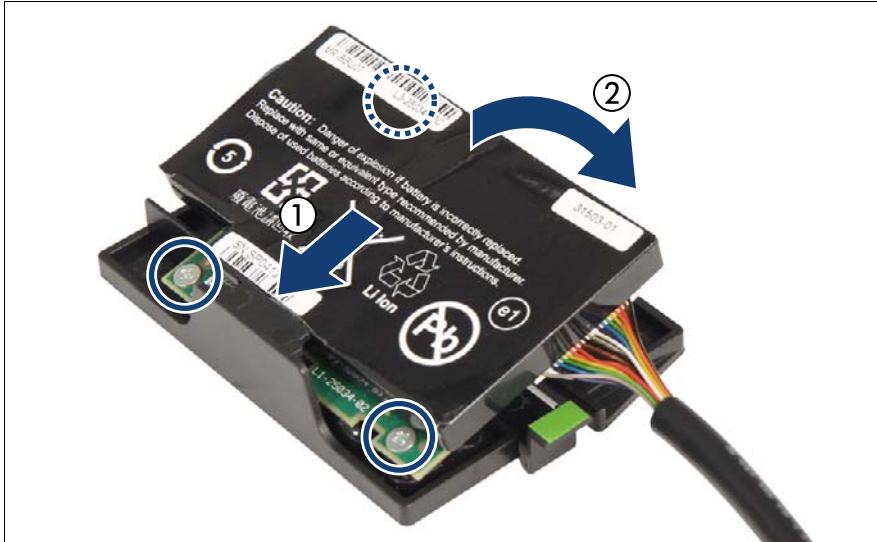
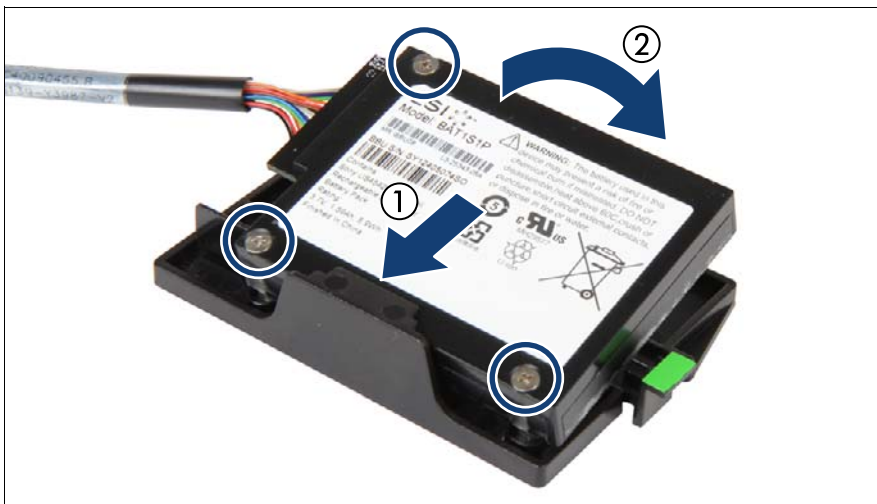

図 38: BBU ホルダーへの BBU の取り付け (例 A)
図 39: BBU ホルダーへの BBU の取り付け (例 B)
- i** 異なる BBU を使用できます。3 本のボルトの位置 (図 38 と図 39 の丸で囲んだ部分) を参照して、BBU を BBU ホルダーに取り付ける正しい位置を確認してください。